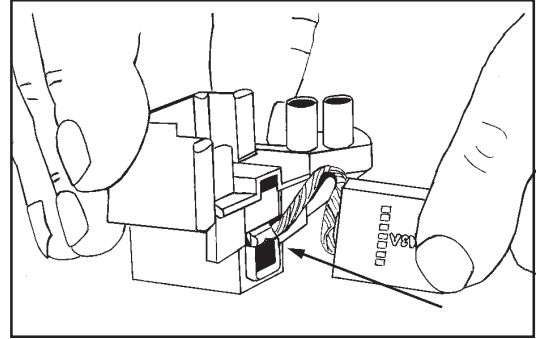

Abbildung 14
7. Um eine neue Kohlebürste einzusetzen, fädeln sie die Anschlussklemme des Kabels vorbei an der Führung der Feder und der Bürstenhalterung. Seien Sie vorsichtig, um Schaden an der Feder zu vermeiden. Siehe Abbildung 14.